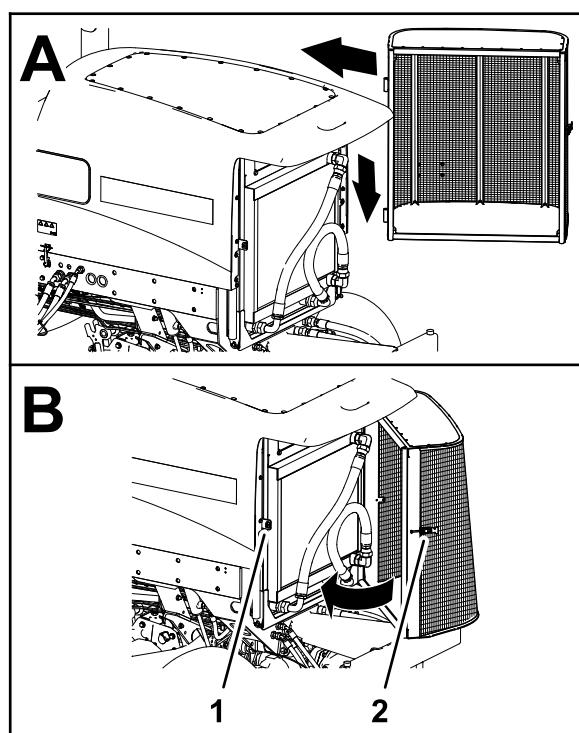

Figura 111
- 8. Monte la rejilla en los goznes (Figura 111).